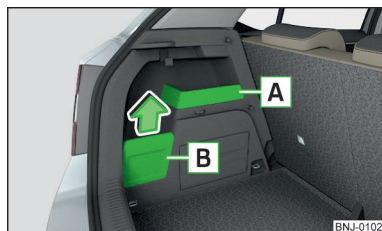

Fig. 112
- La pieza de equipaje colgada en el gancho, si es posible, colocarla en el compartimiento guardaobjetos **B** » fig. 112 de la pág. 88, de lo contrario existe peligro de daño de la tapa del compartimiento guardaobjetos.
- Si se coloca en el gancho una pieza de equipaje con un peso de más de 2,5 kg, entonces recomendamos retirar la tapa del compartimiento guardaobjetos **B** » fig. 112 de la pág. 88 - de lo contrario existe el peligro de daño de la tapa del compartimiento guardaobjetos.
El compartimento guardaobjetos instalado fijamente **A** » fig. 112 sirve para guardar objetos pequeños de hasta 1,5 kg de peso total.